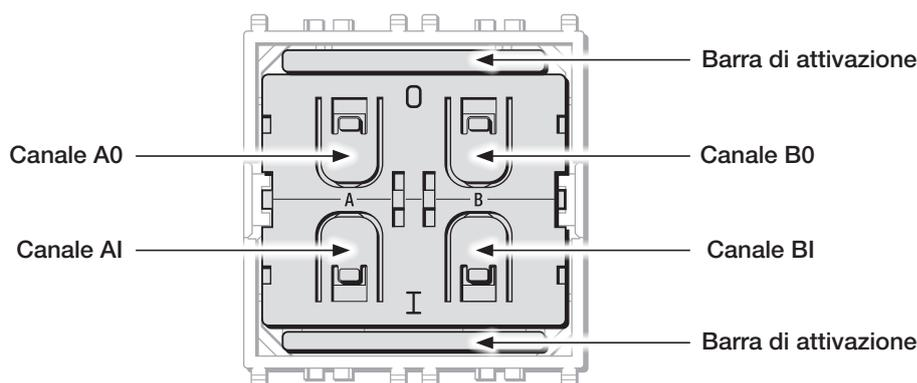

Fig. 3: Orientamento del dispositivo
**Importante:** il comando 03906 deve essere sempre installato con la dicitura 0 rivolta verso l'alto come in Fig.3.